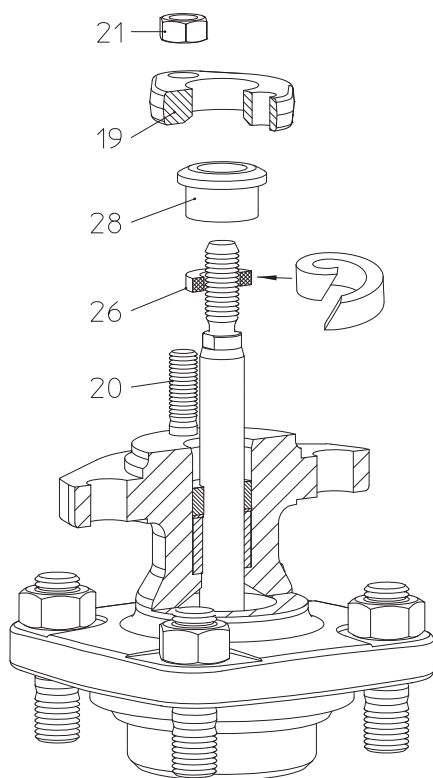
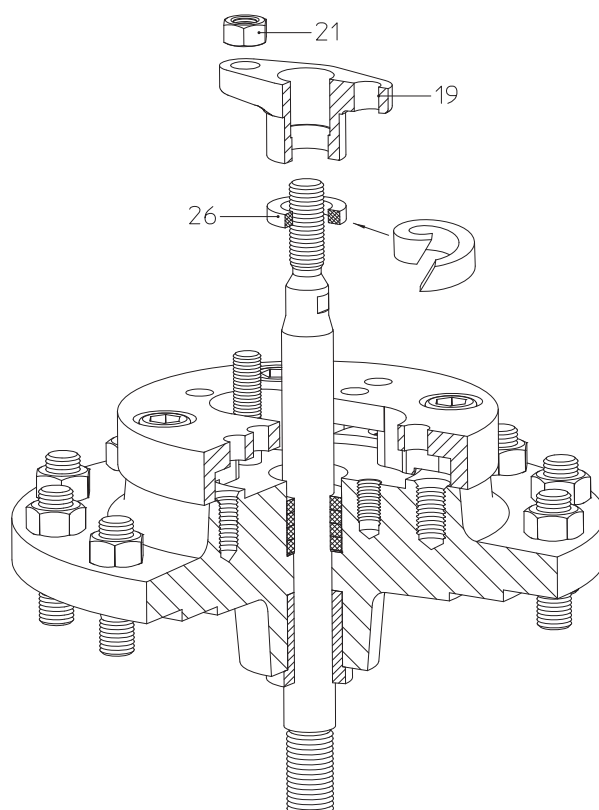

Fig. 11: Grafitpakning DN15-150
Fig. 12: Grafitpakning DN125v-150v
- Indsæt en ny pakring (pos. 26) indbygningen foretages som vist på Fig. 11 eller Fig. 12.